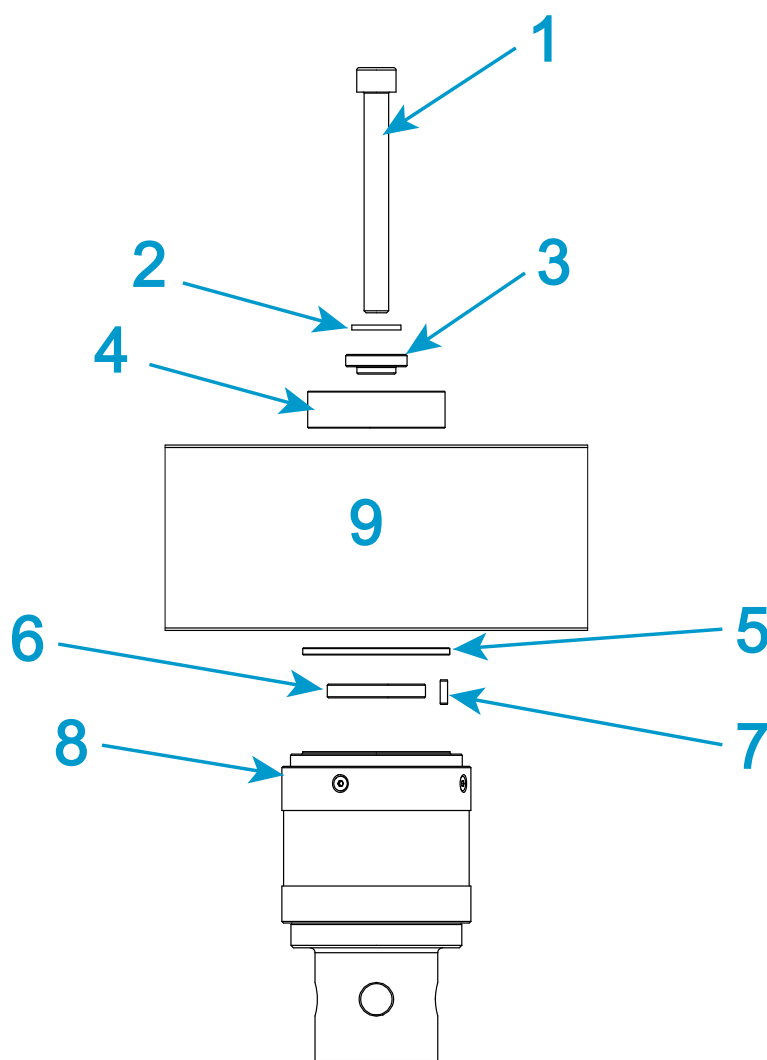

Figura 24. Installazione di una cella di carico 2580 (capacità da 500 N a 5 kN)
Legenda per Figura 24
1. Fare riferimento alla sezione Figura 24 e alla tabella associata e mettere assieme l'hardware di montaggio corretto.
2. Montare l'hardware mostrato sopra la traversa in Figura 24 e posizionarlo nella parte superiore del foro centrale della traversa.